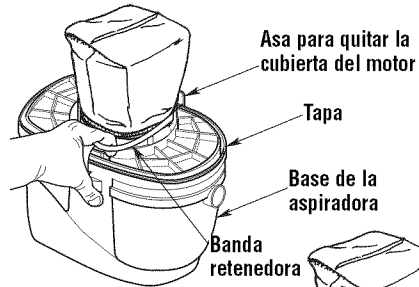

FIGURA 1
1. Extienda la banda retenedora alrededor de los postes de plástico que están sobre la tapa (vea la Figura 1 y 2).